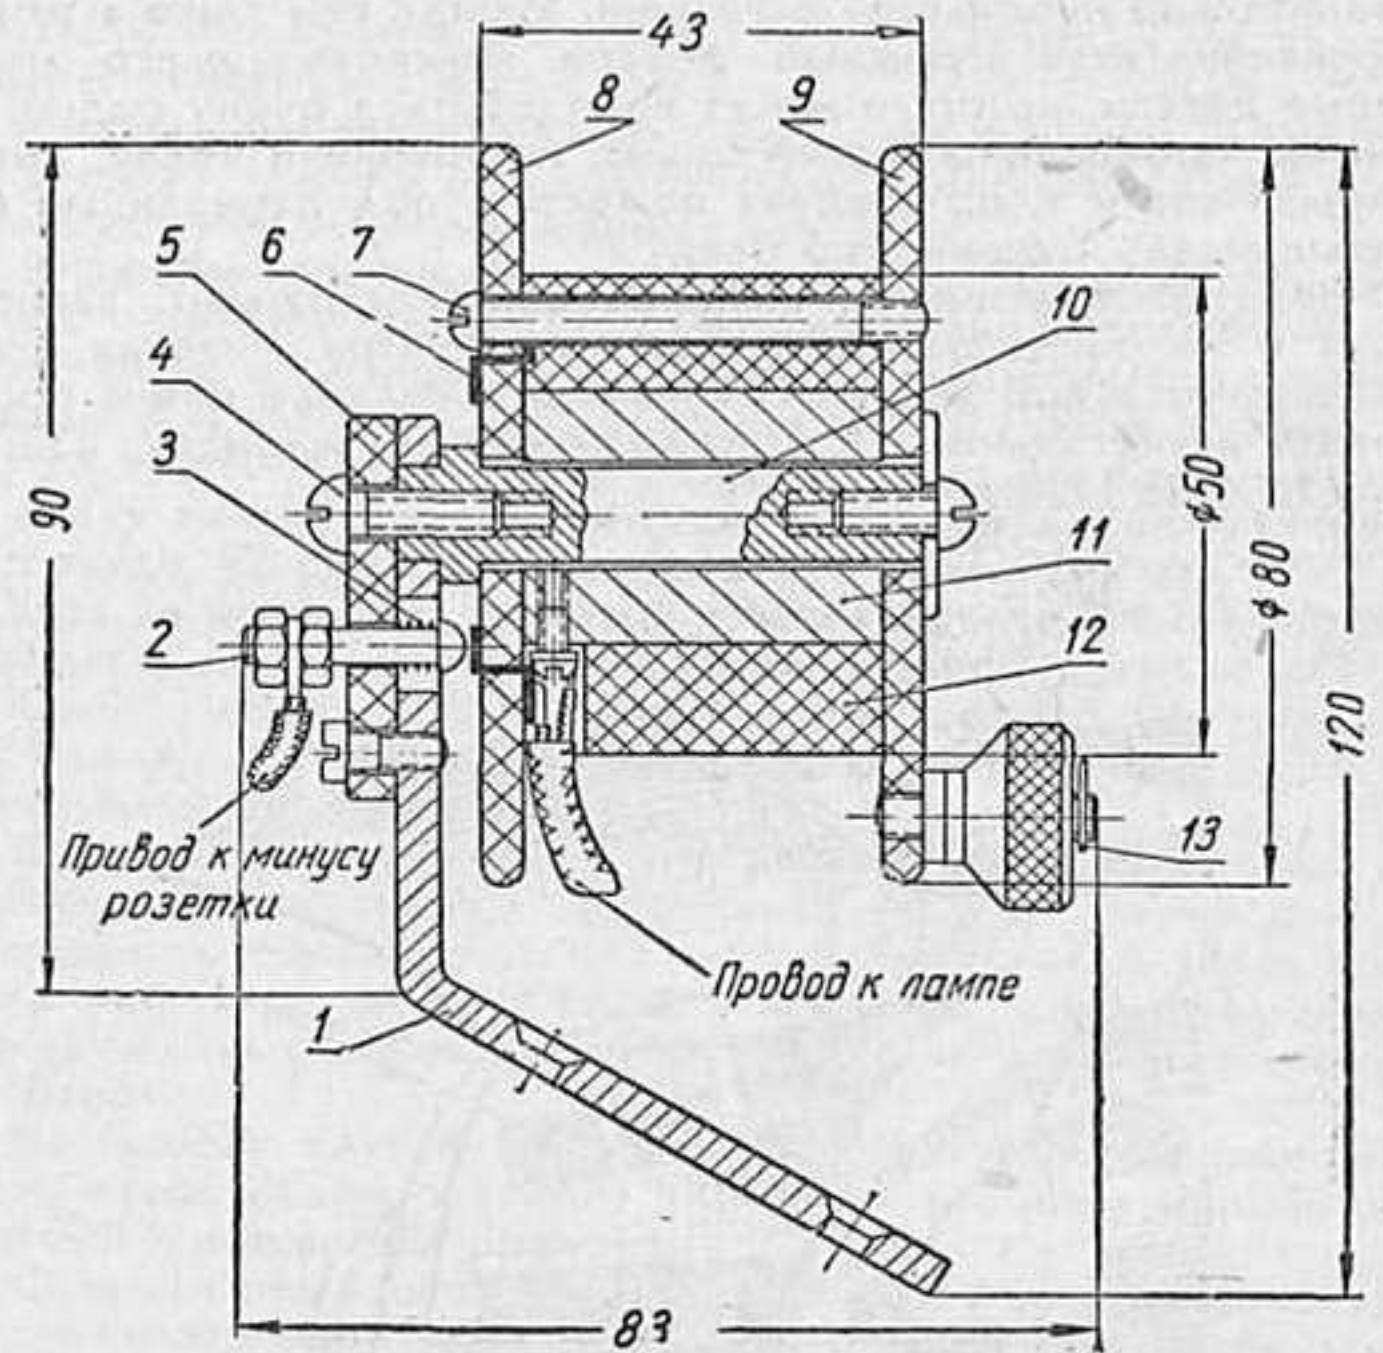

Рис. 3
Показанная на рис. 3 катушка позволяет пользоваться переносной со свернутым шнуром. Катушка представляет собой барабан (12), изготовленный из дерева или текстолита; с торца к нему тремя винтами (7) прикреплены щеки (8 и 9), к одной из щек крепится рукоятка (13).